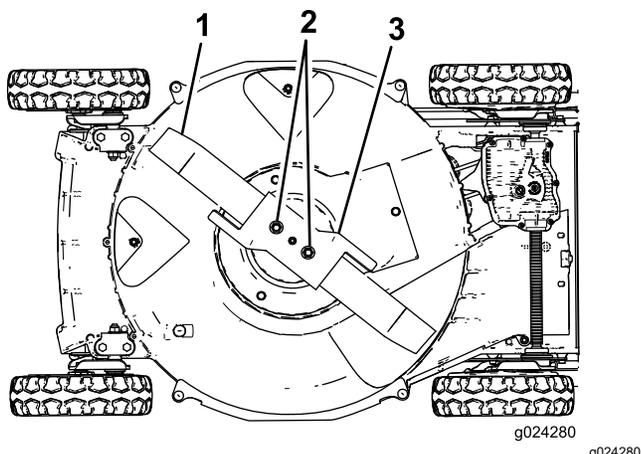

Рисунок 29
- Переверните машину на **правую** сторону (воздухоочистителем вверх), как показано на Рисунок 29.